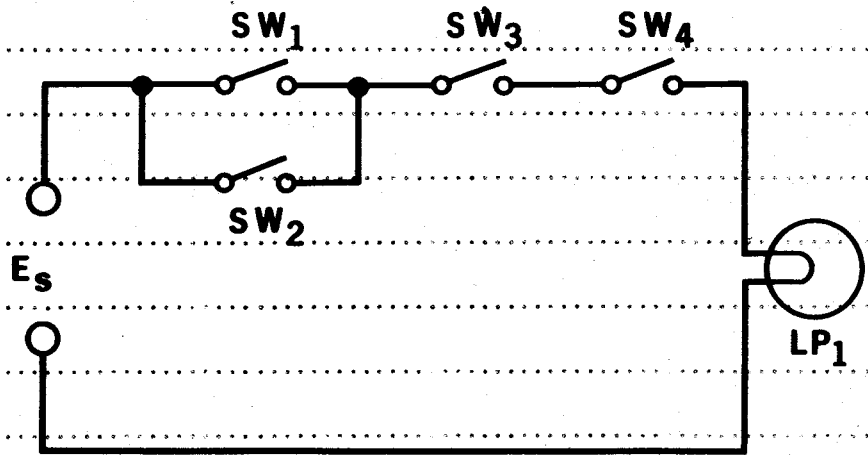

Fig. 14-9
3. Señale qué interruptores "y" y "o" deben estar cerrados para encender LP_1 en la Fig. 14-9.